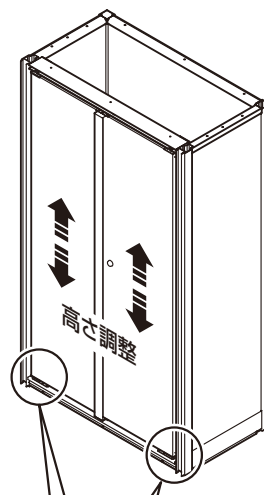

図6-11 扉の高さ位置
- ①図6-9、図6-10、図6-11を参照して、扉を調整してください。
- ②マグネットキャッチを扉ベース(上)に【8-4】、マグネットキャッチ受座を扉(受)に【8-5】で取付けてください。